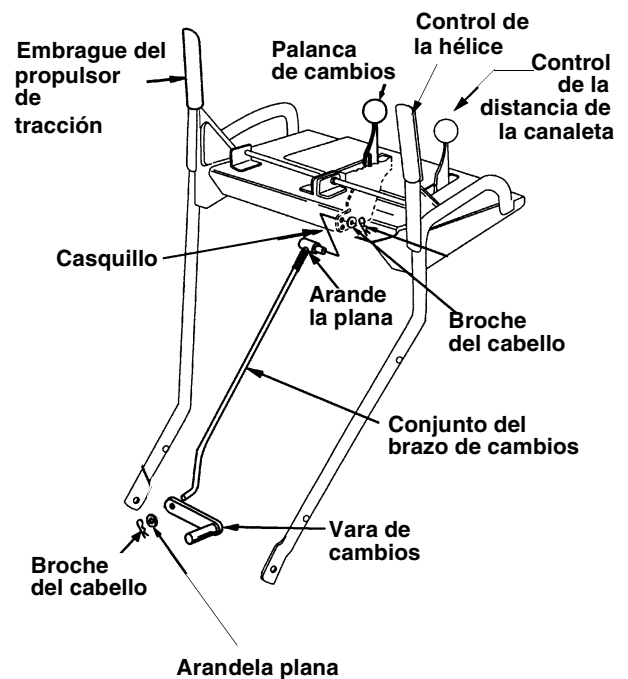

Figura 11
- Coloque el extremo doblado de la vara de cambio dentro del orificio en el conjunto del brazo de cambios. Vea la Figura 11. Asegure con la arandela plana de 5/16 y el broche de cabello del conjunto de ferretería (grupo D).
- Asegure el casquillo a la palanca de cambios con otra arandela plana de 5/16 y broche del cabello del grupo D del conjunto de ferretería. Vea la Figura 11.